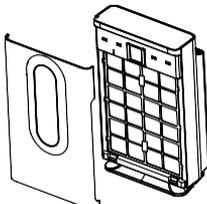

Fig. 1
1. Retire el panel frontal: sostenga ambos lados del panel frontal y tire hacia arriba y luego hacia adelante como dentro de su cuerpo hasta que se retire de la máquina (no tire demasiado para evitar daños) (Fig. 1)